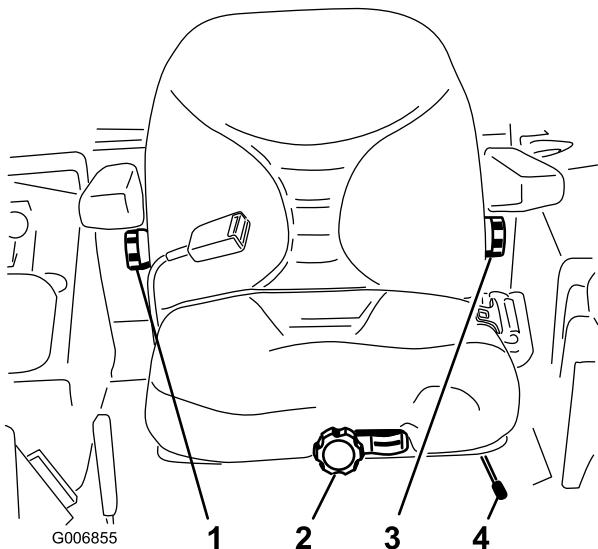

Figura 17
1. Mueva la palanca lateralmente para desbloquear el asiento (Figura 17).
Sin sentarse en el asiento, gire el pomo situado en la parte delantera en cualquier sentido hasta encontrar la posición más cómoda (Figura 17).
Para ajustarlo, gire el pomo situado debajo del reposabrazos derecho en cualquier sentido hasta encontrar la posición más cómoda (Figura 17).
Para ajustarlo, gire el pomo situado debajo del reposabrazos izquierdo en cualquier sentido hasta encontrar la posición más cómoda (Figura 17).